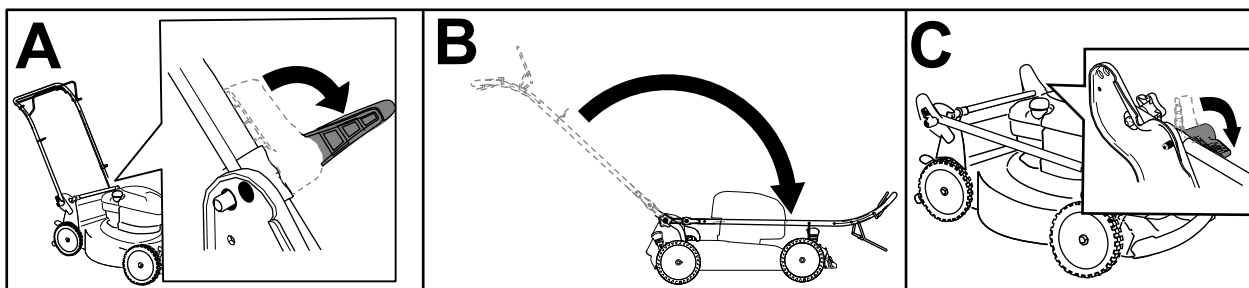

Figura 16
2. Disinserite i fermi della stegola finché non riuscite a muovere liberamente la stegola superiore (A della Figura 16).
3. Piegate la stegola in avanti e inserite i fermi della stegola (B e C di Figura 16).